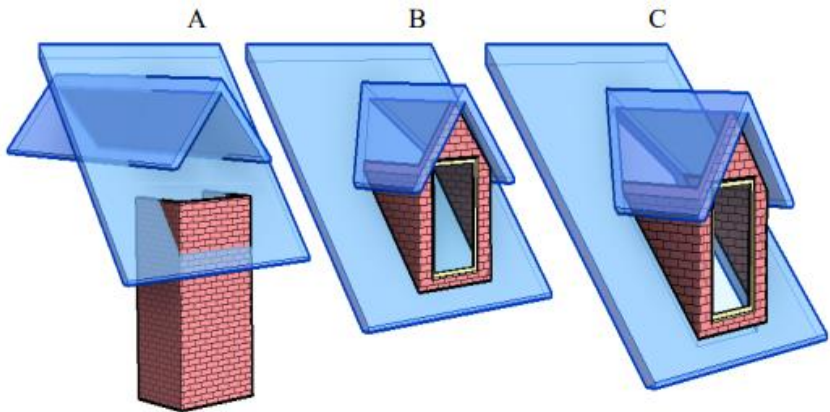

Рисунок 12.5 – Побудова слухового вікна
1. Побудувати дах і стіни слухового вікна так, щоб вони перетинали скат основний даху (рис. 12.5 «А»).
2. Підрізати / подовжити дах і стіни слухового вікна до перетину з основною дахом (рис. 12.5 «В»).
3. Вирізати в площині ската основний даху отвір по внутрішньому контуру стін / даху слухового вікна (рис. 12.5 «С»).